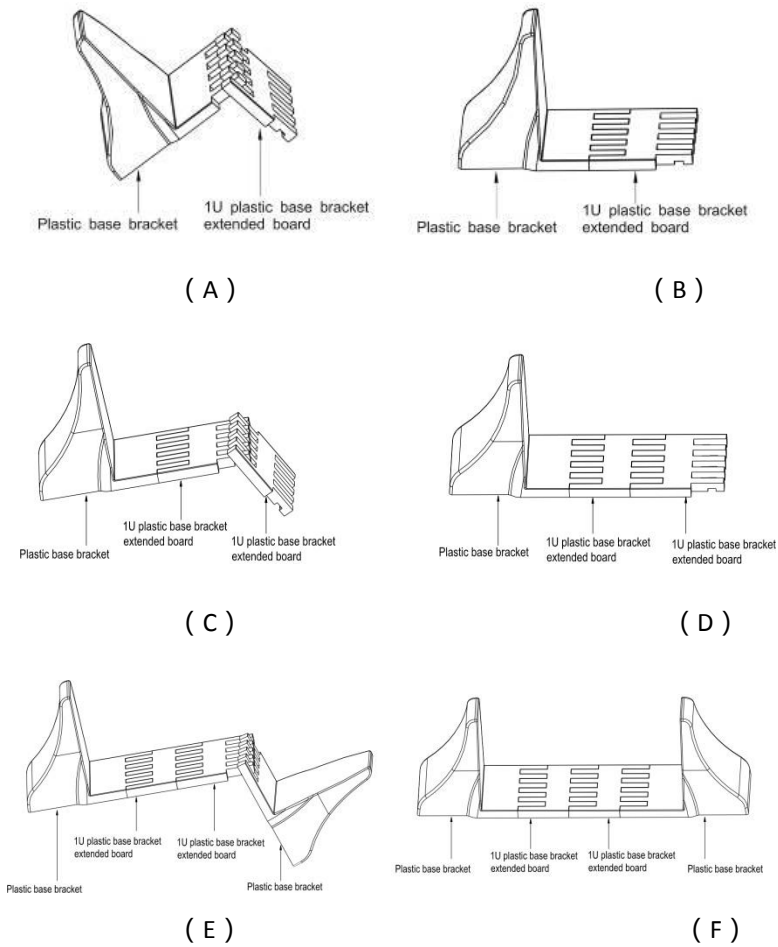

Abb. 15: Sockel Erweiterung für EBP
③ Bei der Installation einer EBP wird der Sockel mit zwei 1 HE Erweiterungsteilen ergänzt, wie nachfolgend in Abb. 15 dargestellt.